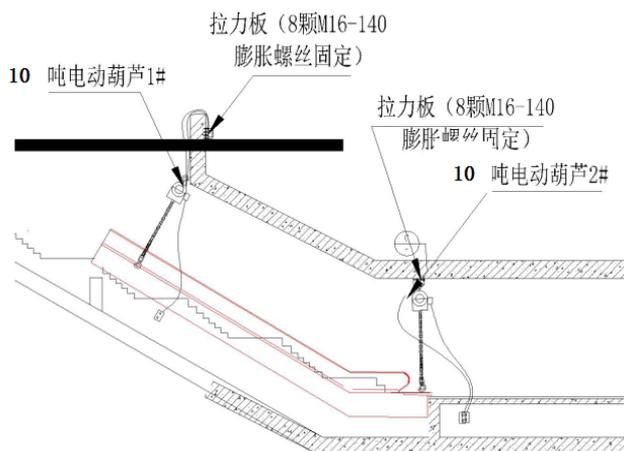

图 3 尾部定位
3) 通过 10 吨电动葫芦 1#和 2#将扶梯运输至井道地坑，并且定好位置。如图 3